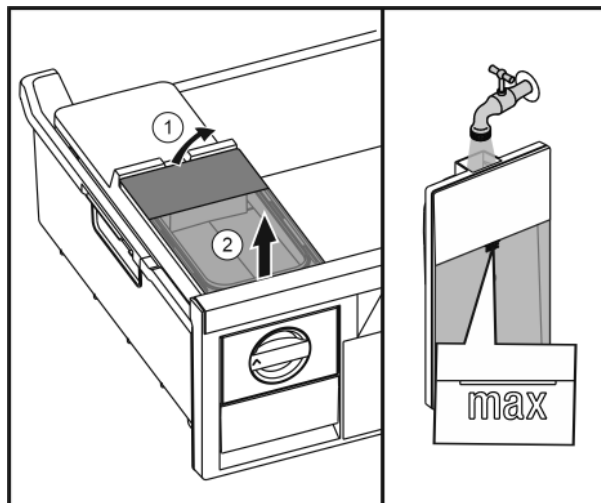

Fig. 32
- Поднять бак для воды сзади Fig. 32 (1) и извлечь движением вверх Fig. 32 (2).